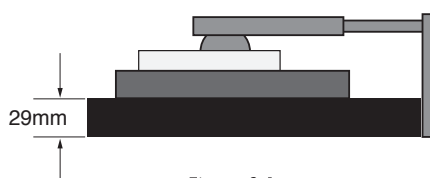

Figure S.1
3. Placez le moniteur la face vers le bas sur une surface non abrasive (placez l'écran sur une plate-forme de 29 mm de manière à ce que le support soit parallèle à la surface) (**Figure S.1**).